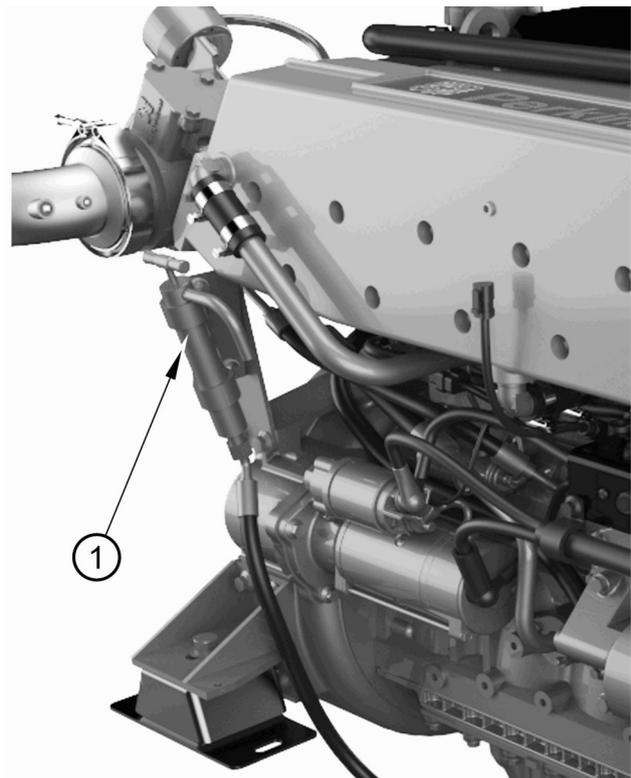

Figura 18
1. Conecte una manguera a la bomba de drenaje del cárter de aceite (Figura 18, elemento 1) y coloque un recipiente de al menos 10 litros (28 pintas inglesas) en el extremo libre de la manguera. Si es posible, el aceite debe drenarse mientras esté caliente.